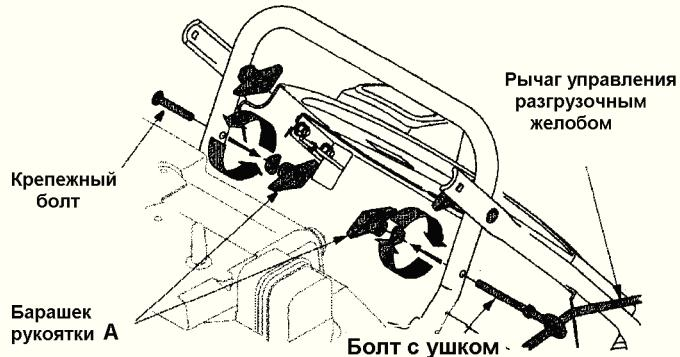

Рисунок 1
Смотрите рисунок 1.
- 2.** Снимите барашек А вместе с шайбой и болтом с ушком, крепящиеся слева нижней рукоятки. Смотрите рисунок 1. Не снимайте болт с кронштейна рычага управления разгрузочным желобом.